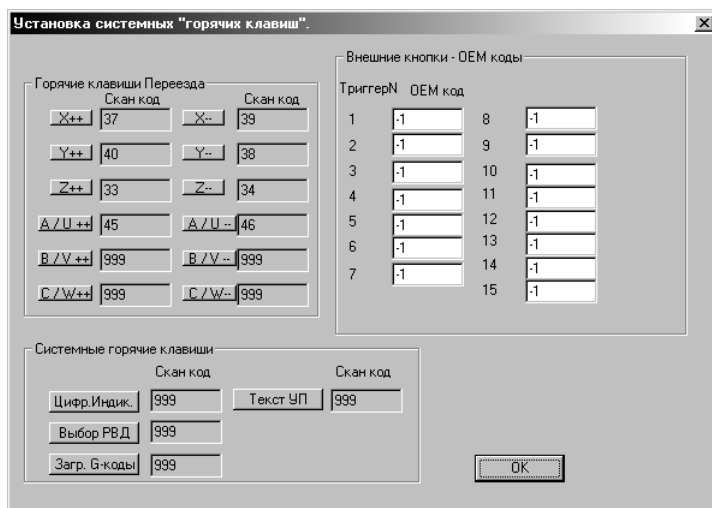

Рис. 17. Окно **Системные Горячие клавиши**.
4. Зайти в меню **Конфигурации – Системные Горячие клавиши** (Рис. 17). В этом окне устанавливаются клавиши